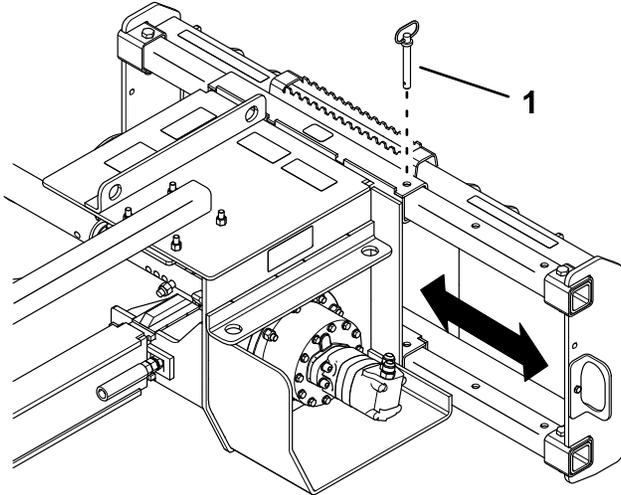

Рисунок 7
2. Извлеките штифт из верхней части траншеекопателя (**Рисунок 7**).